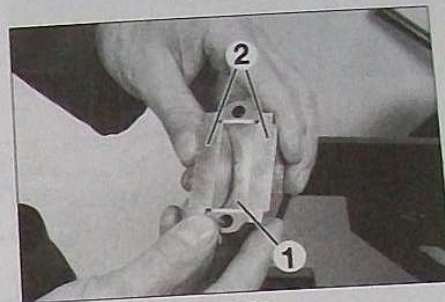

FIG.50
- Monter dans leur chapeau, les coussinets (1) huilés suivant la classe déterminée pour chaque maneton. Ils doivent parfaitement être centrés sur la bielle et le chapeau. Utiliser pour cela l'outil (2) PSA 0194.P (Fig.50).